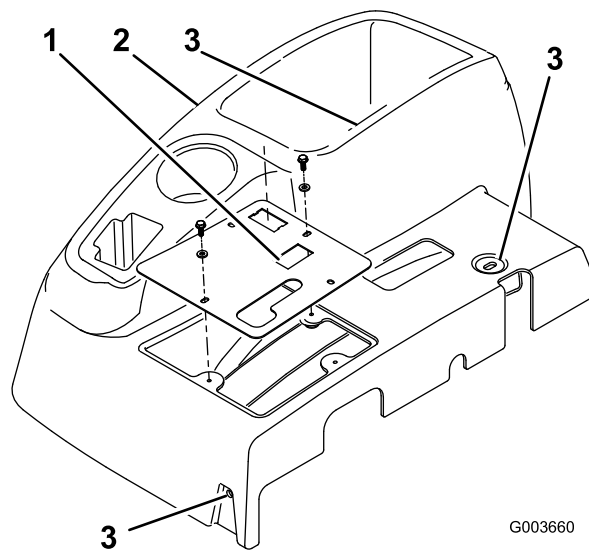

図 1
3. コントロールパネルをコンソールに固定している4本のボルトとワッシャを外す 図 1。
5. コントロールパネルを外す 図 1。
6. コンソールをフレームに固定している3本のボルトを外す 図 1。コンソールがサポート・ブラケットに嵌まっている縁の部分をしていねいに外し、ブレーキ・ハンドルをそのまま残してコンソールを静かに持ち上げて取り外す。